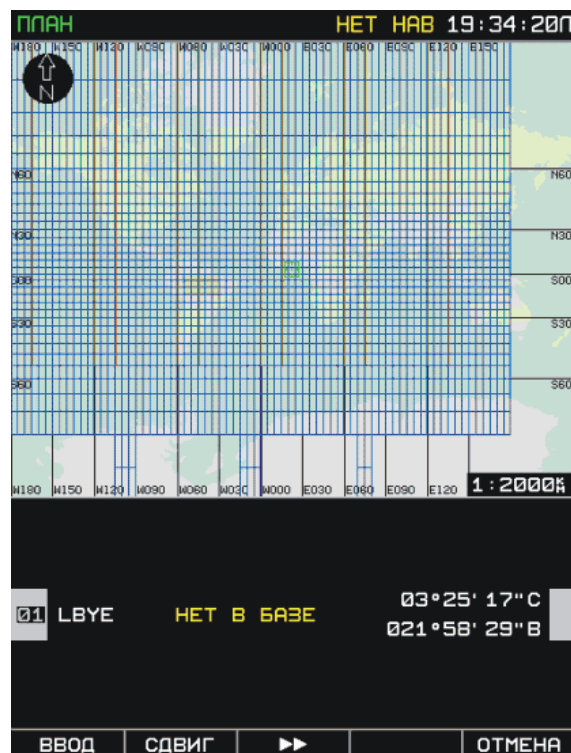

Рис. 51. Вид дисплея при отсутствии в составе базы данных позывного ППМ
**не найдена** навигационная точка. В этом случае на дисплее отображается надпись желтого цвета "НЕТ В БАЗЕ" (Рис. 51). Причинами появления надписи могут быть отсутствие в составе базы навигационной точки или ошибка при наборе позывного. В первом случае возможна оперативная коррекция базы (см. раздел 6.11), во втором случае в активном поле позывного ППМ исправить ошибку и нажать кнопку ПОИСК.